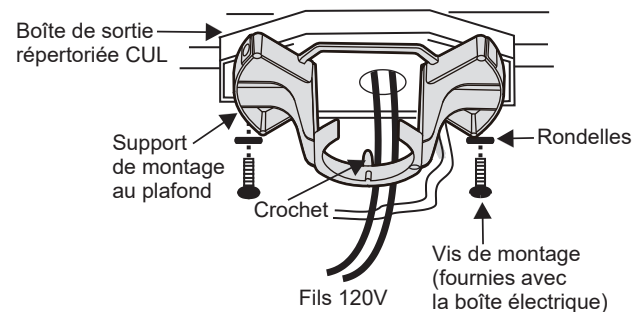

Fig. 6
Étape 4. Passez les fils d'alimentation de 120 volts de la boîte de sortie du plafond au centre du support de fixation au plafond. (Fig. 6)
Étape 5. Fixez le support de montage au plafond à la prise de courant à l'aide des vis et des rondelles fournies avec celle-ci. (Fig. 6)